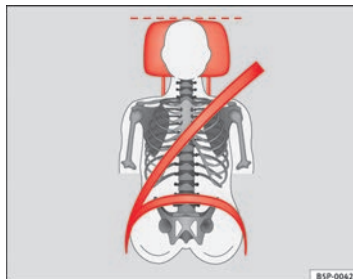
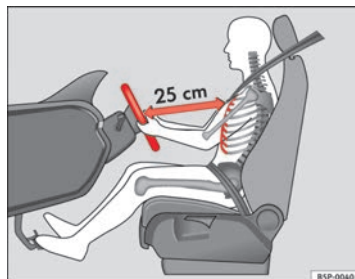

Fig. 29 Sangle bien ajustée et appui-tête correctement réglé.
Fig. 28 Distance correcte entre le conducteur et le volant.
- Réglez le siège de sorte que le volant soit à une distance d'au moins 25 cm de votre cage thoracique ⇒ fig. 28 et de sorte à pouvoir saisir des deux mains et avec les bras légèrement fléchis le volant latéralement par la partie extérieure.
- Réglez le siège du conducteur dans la longueur de manière à pouvoir actionner à fond les pédales avec les jambes légèrement fléchies, tout en maintenant les genoux à au moins 10 cm de la planche de bord ⇒ fig. 28.
- Réglez l'appui-tête de manière à ce que son bord supérieur soit, dans la mesure du possible, à la même hauteur que la partie supérieure de votre tête, et au moins à la hauteur de vos yeux. Gardez la nuque le plus près possible de l'appui-tête ⇒ fig. 28 et ⇒ fig. 29.
Réglez la distance correcte entre le conducteur et le volant ⇒ fig. 28 à l'aide des commandes situées sur le siège du conducteur ⇒ page 52.